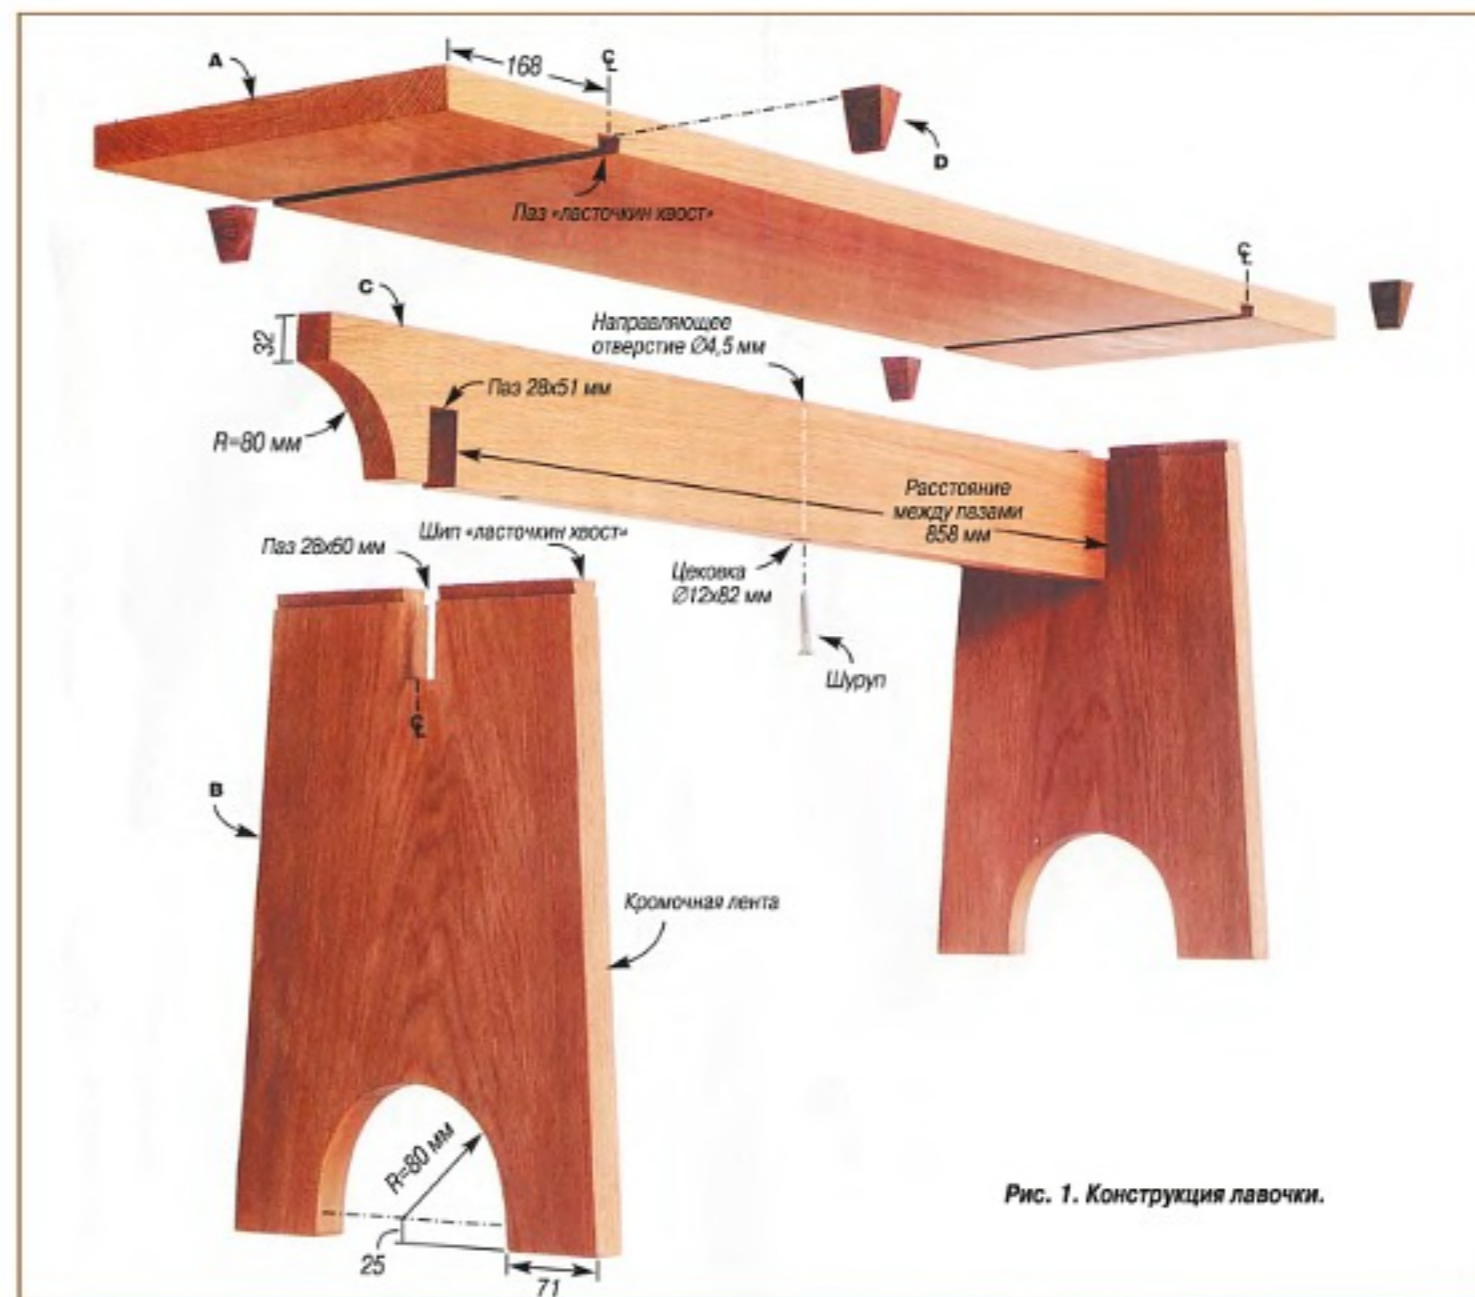

Рис. 1. Конструкция лавочки.
Для изготовления такой лавочки (рис. 1) нужны всего четыре широких доски. Если нет досок нужной ширины, то заготовку для сиденья и ножек склеивают из узких досок. Сначала выпиливают сиденье, ножки и продольную доску по ширине и длине. Запилы делают под прямым углом.
**Фрезерование пазов (рис. 1).** Перемещают фрезер по часовой стрелке и прижимают его к левой линейке, если ведут его от себя, и к правой — при движении на себя (фото 1). После работы фрезой с хвостовиком  $\varnothing 12$  мм получается очень гладкая поверхность.
Размечают положение пазов на продольной доске (фото 3, рис. 1). Острым карандашом проводят линии так, чтобы
дольную доску и сверлят направляющие отверстия  $\varnothing 4,5$  мм. Выпиливают гусёк на торцах и склеивают ножки (фото 6, рис. 1).